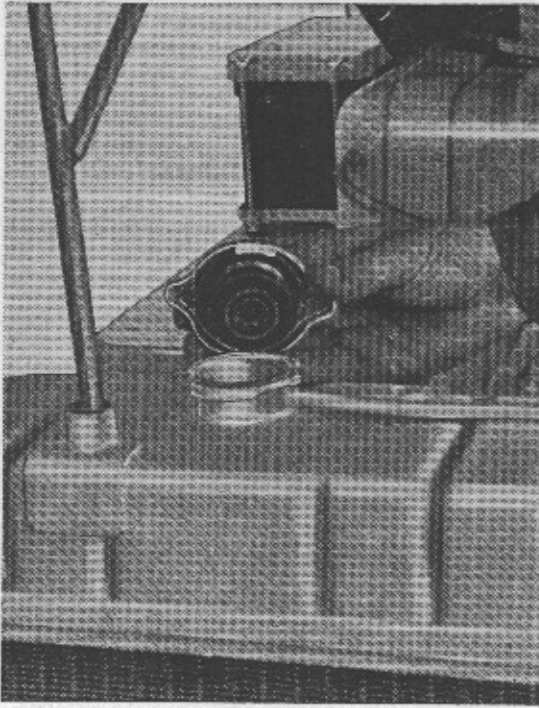

Fig. 31
- 1) **Radiatore** (fig. 31) - Verificare il livello e, se necessario, aggiungere acqua limpida, preferibilmente piovana (se il livello è molto basso ed il motore è caldo, l'aggiunta dell'acqua va effettuata a motore in moto).